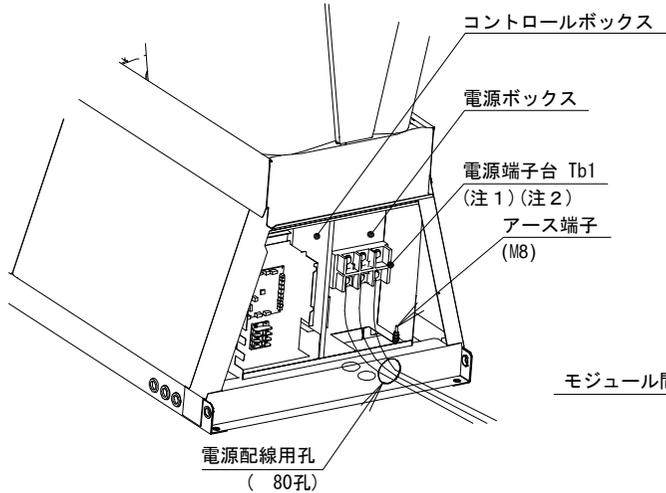
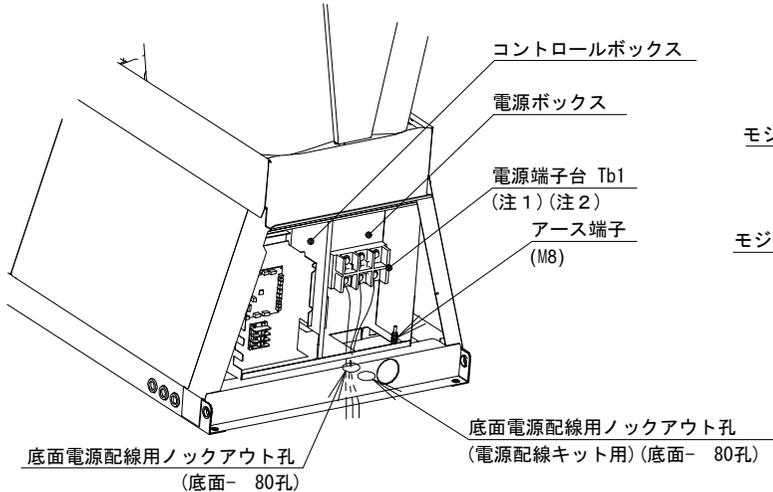

図1 電源線配線例(右側面電源配線孔使用)
図2 電源線配線例(底面電源配線孔使用)
- 注1. 電源配線は、右側面電源配線孔(図1)、もしくは底面電源配線孔(図2)を使用して配線することができます。